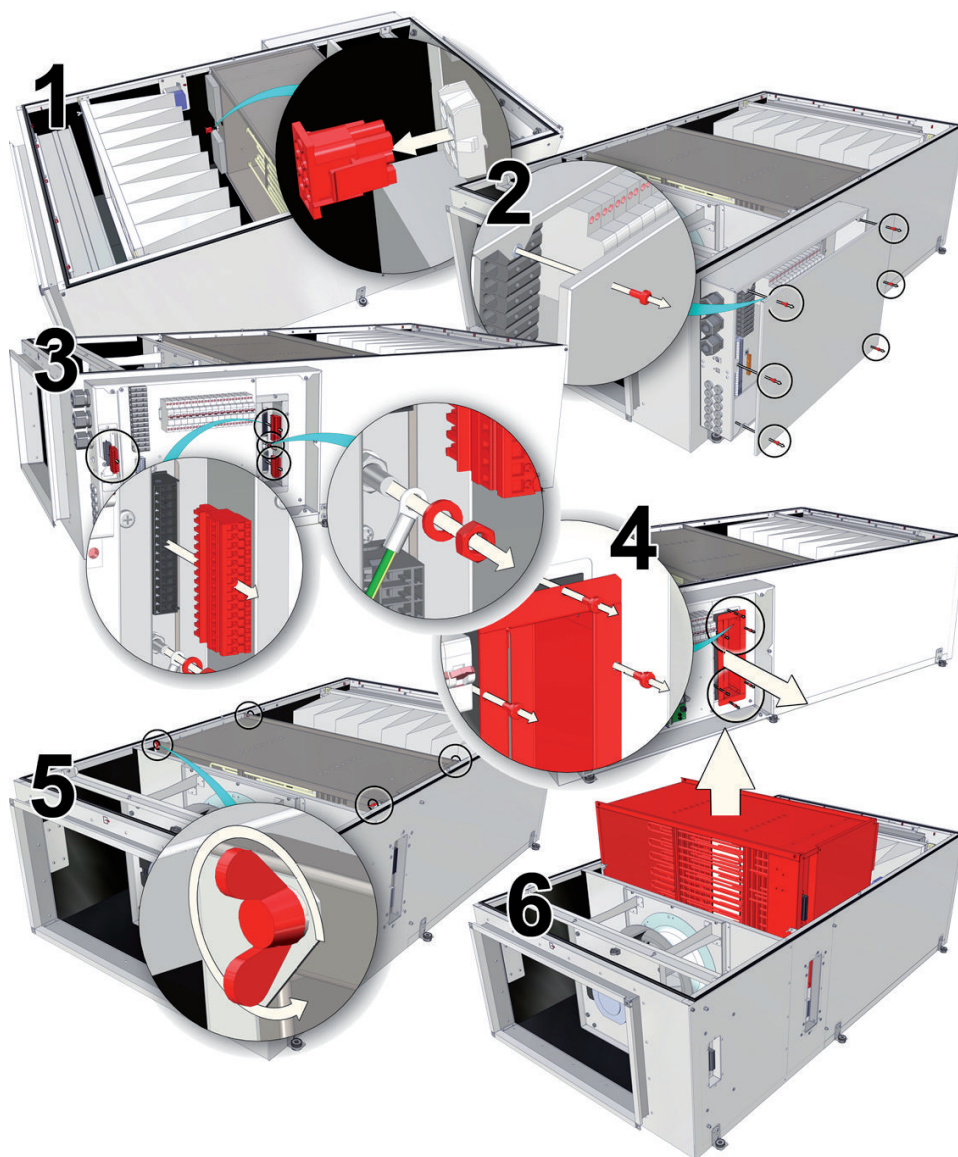

Рис. 7. Демонтаж электрического нагревателя.
- отсоединить и извлечь нагреватель (см. рис. 7);
Отсоедините и извлеките нагреватель (см. рис. 7).